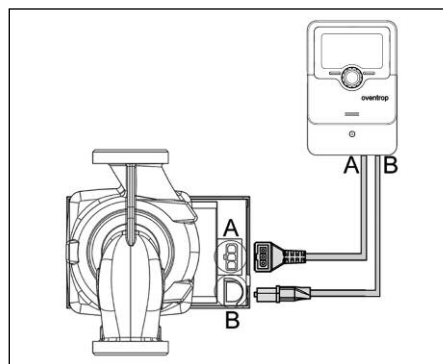

Abb. 6.3 Anschlusskabel Hocheffizienzpumpe (Beispiel für Wilo-Pumpen)
8. Die Kabel der Pumpe nach unten führen und entsprechend separater Montageanleitung des Solaranlagenherstellers an die Regelung anschließen. Bei Pumpen mit Anschlusssteckern siehe Abb. 6.3.